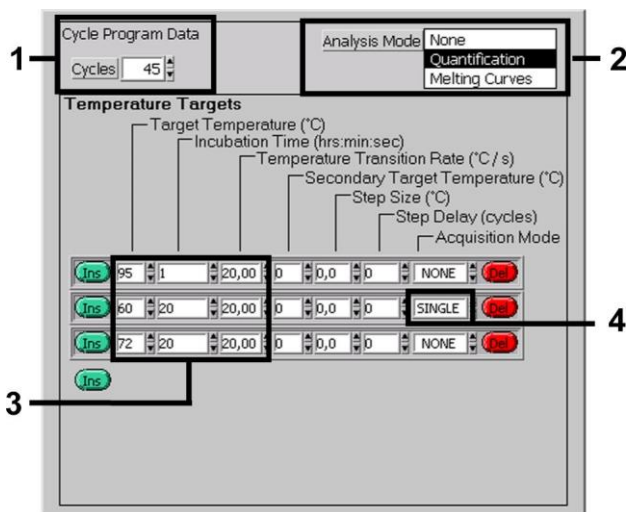

Fig. 4: Amplificación del ADN.
- B. Amplificación del ADN Fig. 4